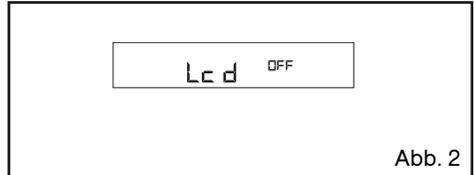

Abb. 2
- Die Anzeige zeigt "LCD OFF" an (Abb. 2).